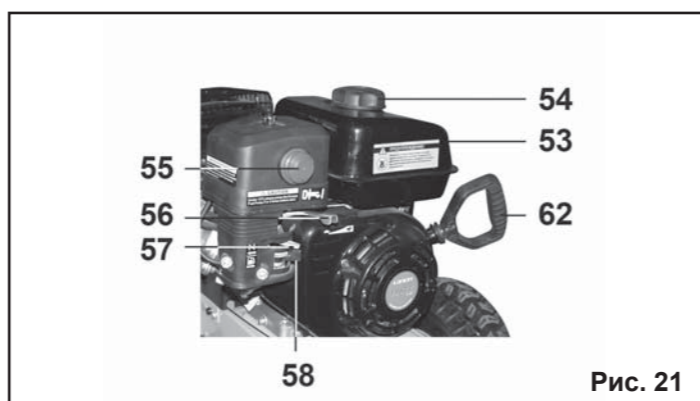

Рис. 21
8.2.4. Вставьте ключ зажигания в замок зажигания (60) на панели управления (61). Поверните его в положение "ON" (Рис.21).